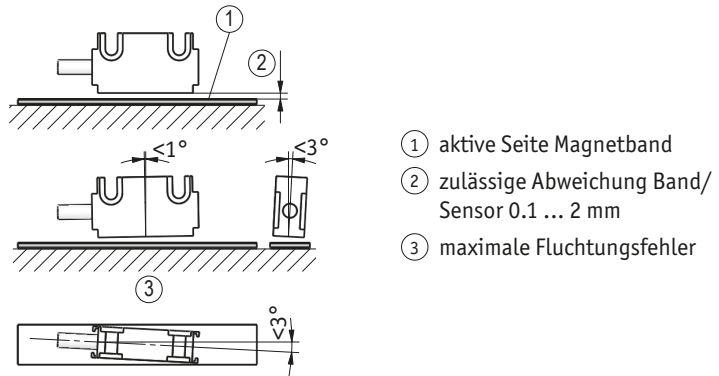

Abb. 10: Montage Sensor/Magnetband, Abstandsmaße, Toleranzen
► Auf richtige Ausrichtung des Magnetsensors achten, damit die optimale Abtastung gewährleistet ist (siehe **Abb. 10**, **Abb. 11**).